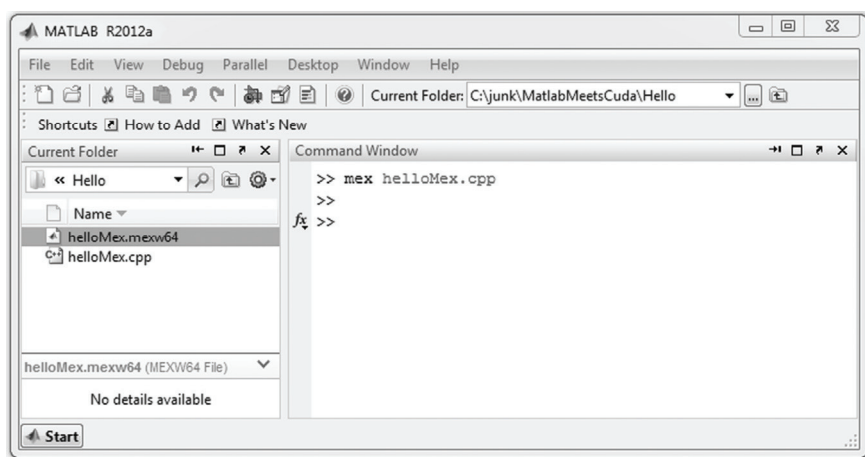

图 2.6 从 C/C++代码创建 c-mex 文件
**步骤 6** 上述步骤成功后，会在 Windows 系统相同文件夹下生成新的文件 helloMex.mexw64（或 helloMex.mexw32），如图 2.6 所示。